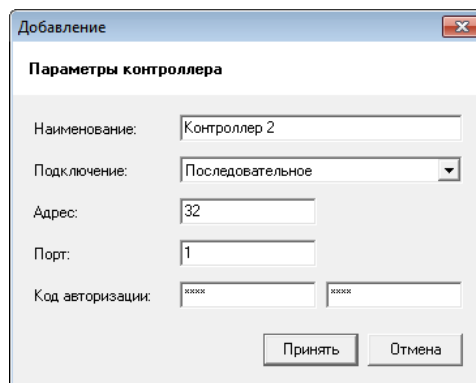

Рисунок 40 – Диалог "Добавление"
- 6.2) Либо нажмите на кнопку "Добавить", в окне "Добавление" (см. Рисунок 40) укажите тип подключения "Последовательное", адрес контроллера "32", порт, соответствующий номеру коммуникационного порта компьютера ("1" для COM1:), код авторизации "123456" и нажмите кнопку "Принять".